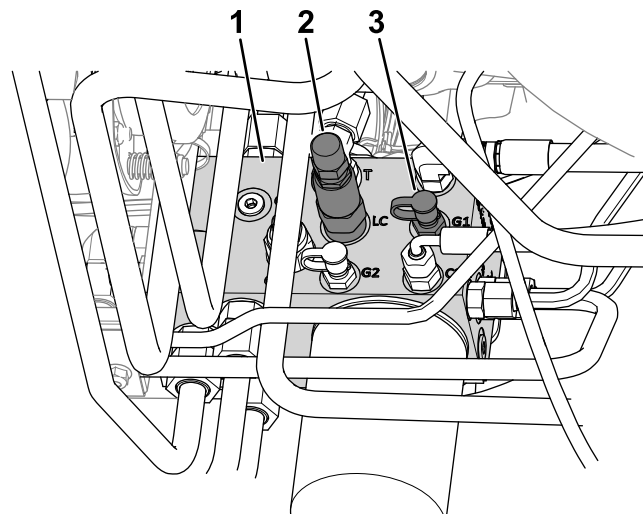

Figura 20
- Collegate un manometro alla porta diagnostica (con l'etichetta G1; fate riferimento a Figura 20).
- Corsore di trasferimento del peso (LC)
- Sul lato del collettore di sollevamento, rimuovete il cappuccio dalla porta diagnostica (con l'etichetta G1; fate riferimento a Figura 20).
- Allentate il controdado all'estremità del corsore di trasferimento peso (con l'etichetta LC; fate riferimento a Figura 20).